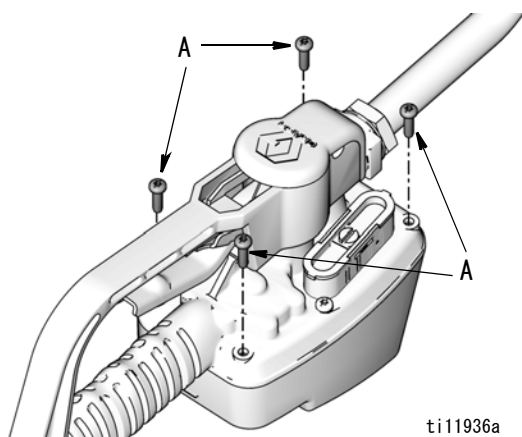

図 30
2. Torx (T20) レンチを使用して、メーター底部にある 4 隅のネジ (A) を取り外します (図 30)。これらのネジは再組み立てのために保管してください。